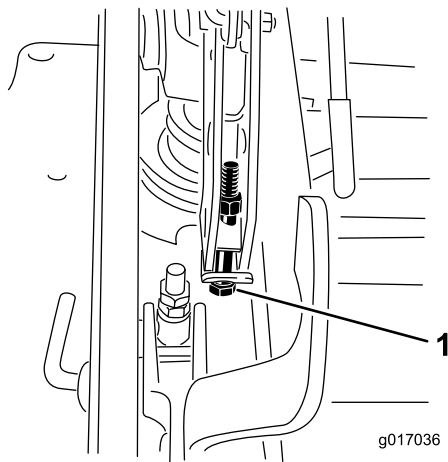

Figure 102
12. Si le tablier est trop bas, serrez le boulon de réglage monopoint dans le sens horaire. Si le tablier est trop haut, desserrez le boulon de réglage monopoint dans le sens antihoraire (Figure 102).